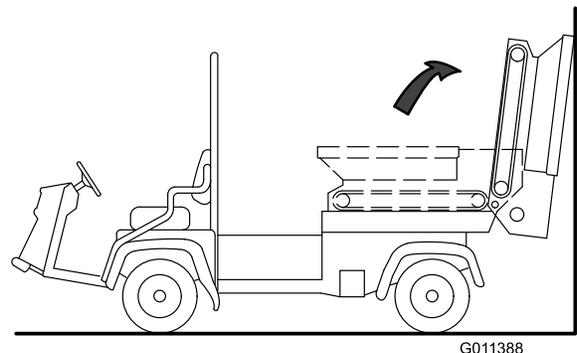

Bild 33
5. Drehen Sie den Füllkasten nach hinten und lehnen ihn gegen eine Wand, Leiter usw. Lehnen Sie den Füllkasten nicht gegen das Maschinenheck, da die Scheibe oder die Hydraulikkupplungen beschädigt werden können (Bild 33).
Wichtig: Stellen Sie sicher, dass der Füllkasten über die Mitte gedreht und an einer Wand oder einem Pfosten befestigt ist, damit er nicht versehentlich in den Arbeitsbereich fällt (Bild 33).